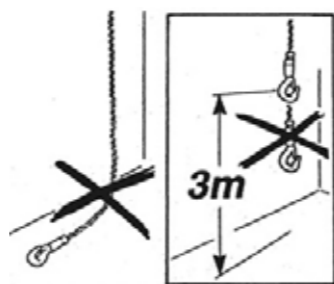

fig.61
4. Alzare il gancio ad una quota non inferiore a 2,5 m in modo che non crei disturbo e pericolo al movimento di persone e cose al di sotto del paranco (fig.61)